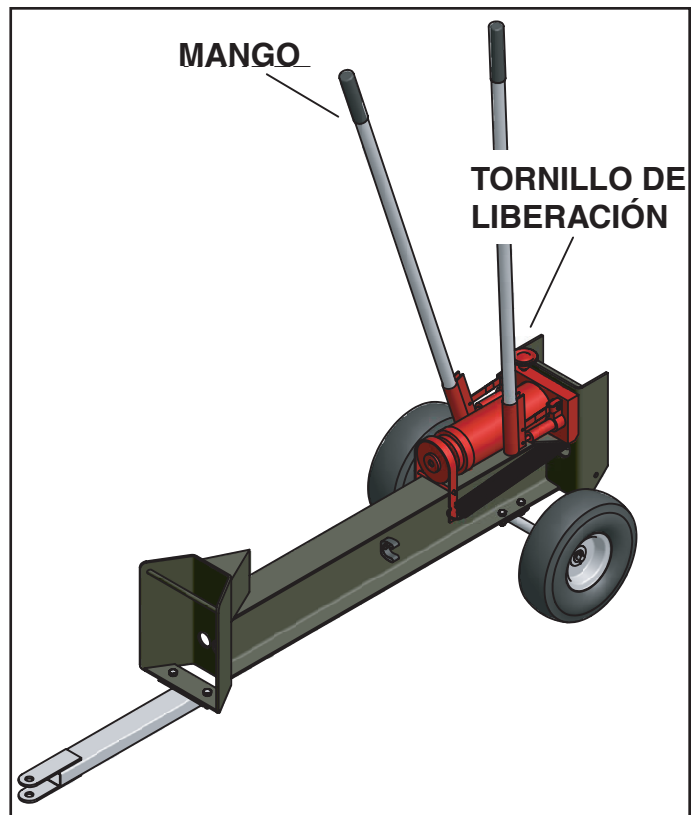

FIGURA 3
5. Se recomienda operar la Partidora de troncos se la siguiente manera. Párese detrás de la Partidora y sostenga una empuñadura en cada mano y empújelas hacia delante y hacia atrás dejando una empuñadura totalmente hacia delante y otra hacia atrás, como muestra la figura 3.